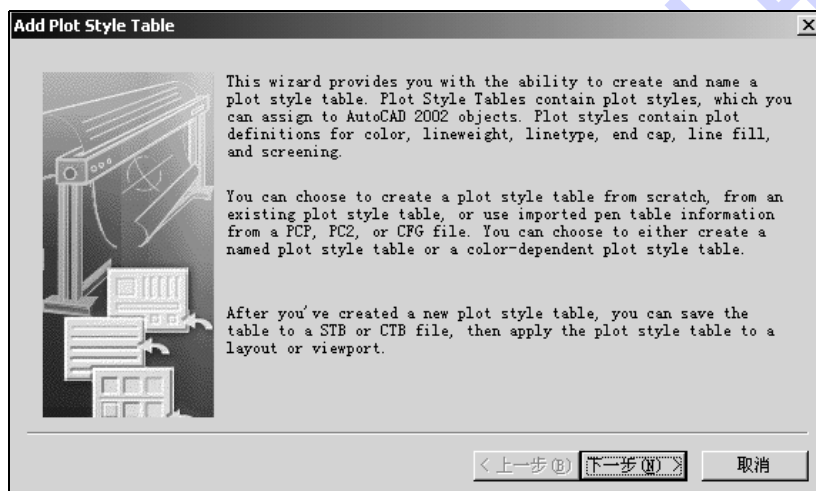

图 10-14 Add-Plot Style Table Wizard 对话框
1) 在 Plot Styles 对话框中，选择 Add-Plot Style Table Wizard 选项即可启动向导。此时，屏幕上弹出如图 10-14 所示的对话框。